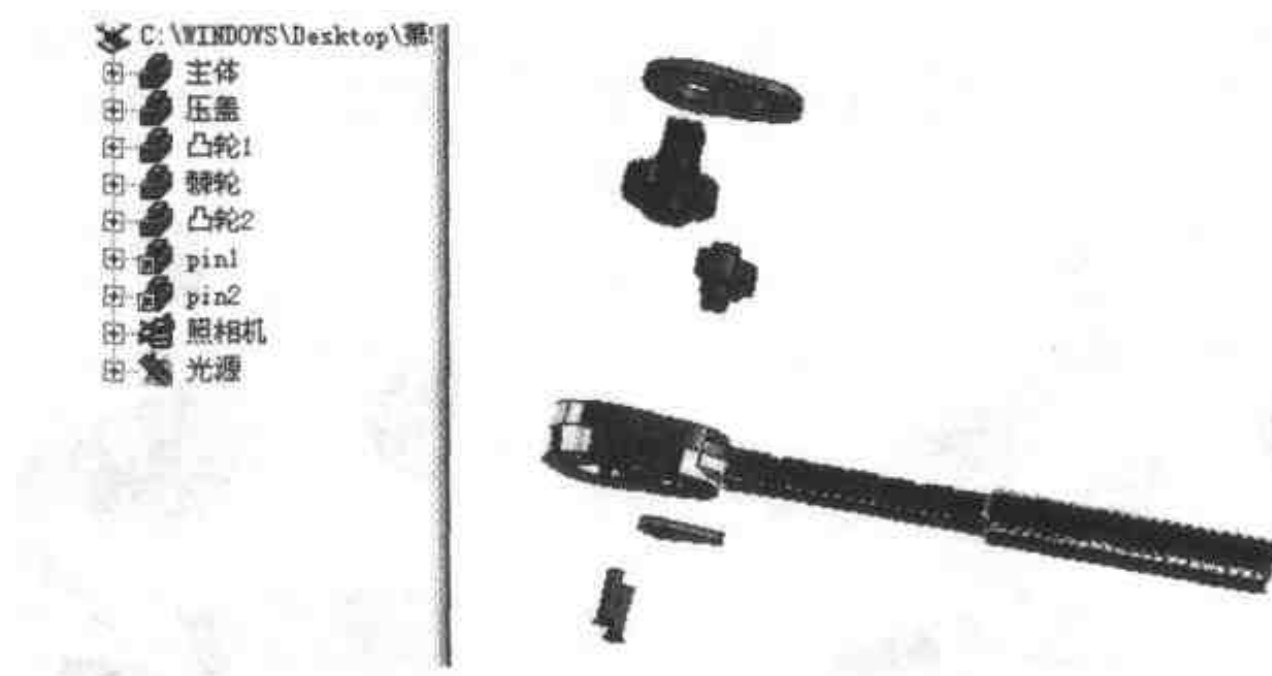

图 5.23 零件设计树
- (1) 选择【显示】|【工具条】命令，选择【智能动画】选项，弹出【智能动画】工具条。
- (2) 打开所附光盘中的文件 score\example\jixie\5\棘轮机构零件，所有的零件都在这里给出。
- (3) 打开零件设计树，对应零件树中可以知道各个零件的名称，尤其是棘轮与凸轮应该引起重视，零件树如图 5.23 所示。